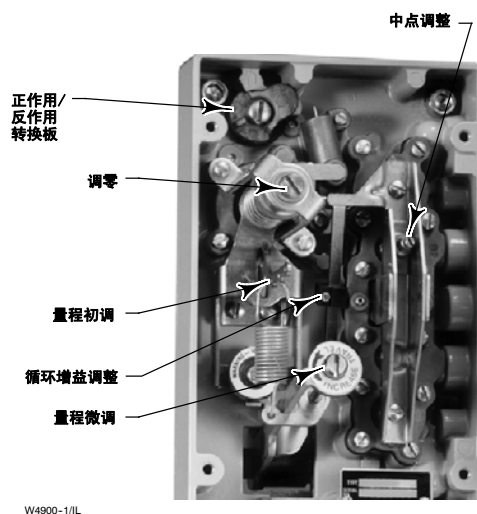

图4. Fisher 3610J 和 3620J 系列定位器的调整
- **定位器调节简单**—只需用螺丝刀打开盖子，便能轻易的实现零点、量程和中点调整，见图 4。